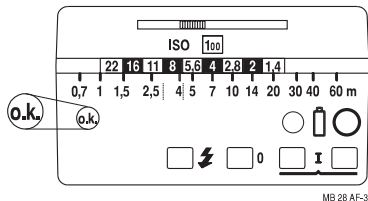

Fig. 3: Témoin de bonne d'exposition et portée maximale
4.3 Signalisation de bonne exposition (voir Fig. 3)
La portée maximale pour l'ouverture sélectionnée peut être relevée sur le flash, sur l'échelle des mètres sous l'indice d'ouverture. Exemple: pour ISO 100 et une ouverture de 4, la portée maximale est de 7 m (voir Fig. 3). La distance minimale est d'environ 15 % de la portée maximale.